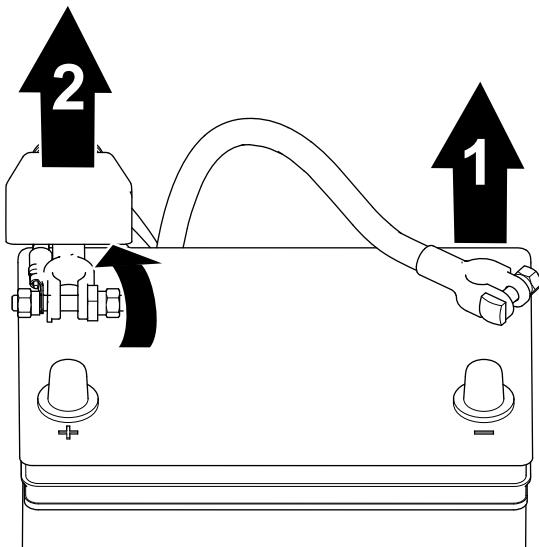

Figura 87
- Desligue o cabo negativo do polo da bateria (Figura 87).
- Eleve o isolamento e retire o cabo positivo da bateria do polo da bateria (Figura 87).